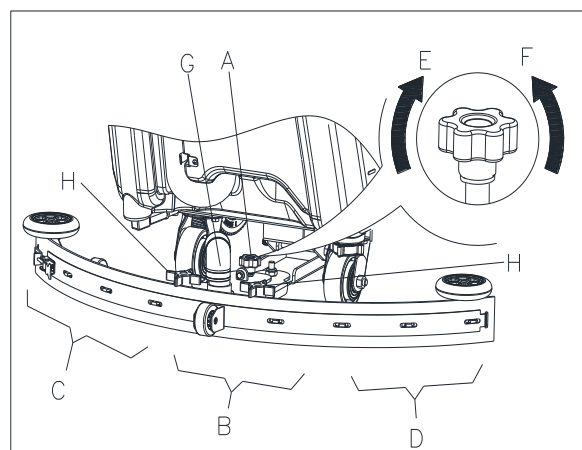

Figura 11
1. Instalar o limpador e aperte as porcas (H, Figura 11), e ligue a mangueira de aspiração (G) ao limpador.
2. Ajuste o limpador através do punho de ajuste correspondente (A, Figura 11).
- a) Se existir um espaço entre o chão e a secção do meio da lâmina do limpador traseiro (B), ajuste o botão (A) para a esquerda (F) até todas as secções da lâmina do limpador traseiro estarem em contacto com o chão e a lâmina frontal tocar ligeiramente no chão.
- b) Se existir um espaço entre o chão e as secções do fim da lâmina traseira (C e D), ajuste o botão (A) para a direita (E) até todas as secções da lâmina do limpador traseira estarem em contacto com o chão e a lâmina frontal tocar ligeiramente no chão.